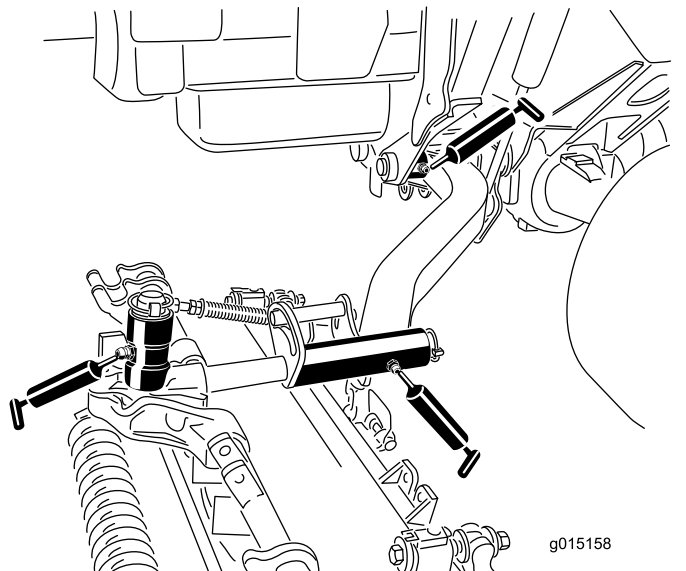

Рисунок 52
- Втулки осей поворота подъемных рычагов (по 1 шт. на режущий блок) (Рисунок 52)
- Несущая рама режущего блока (по 2 шт. на режущий блок) (Рисунок 52)
- Ось поворота подъемного рычага режущего блока (по 1 шт. на режущий блок) (Рисунок 52)